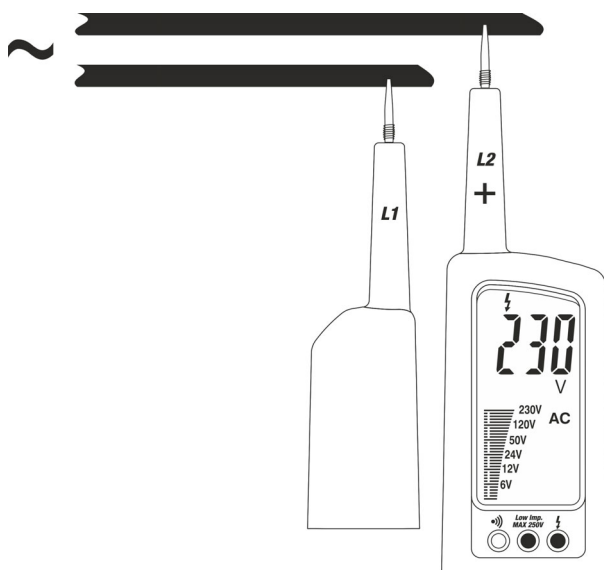

Fig. 4: Mesure de la Tension CA avec entrée a bassa impédance
2. Connectez les sondes **L1** et **L2** à l'objet à tester (voir Fig.4). La mesure est effectuée **uniquement lorsque les sondes sont en contact avec des conducteurs sous tension**